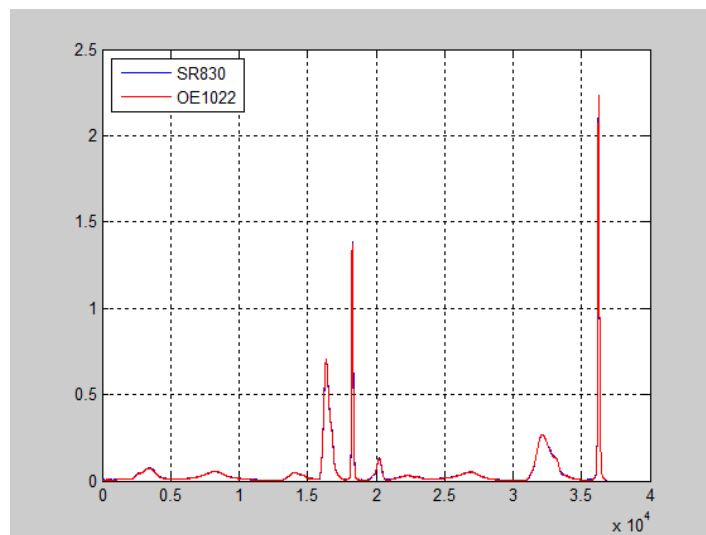

图102. 两台锁放测得的光谱曲线对照图
5. 将 OE2041 替换为 SR830，在相同的参数设置下进行同样的光谱测量实验，得到的光谱曲线对照图 102 如下：